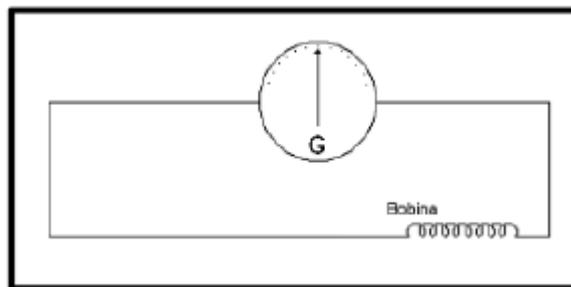

Figura 4: Montaje para generar una fem.
1. Conectar los terminales de la bobina a los terminales del galvanómetro como se observa en la figura 4.